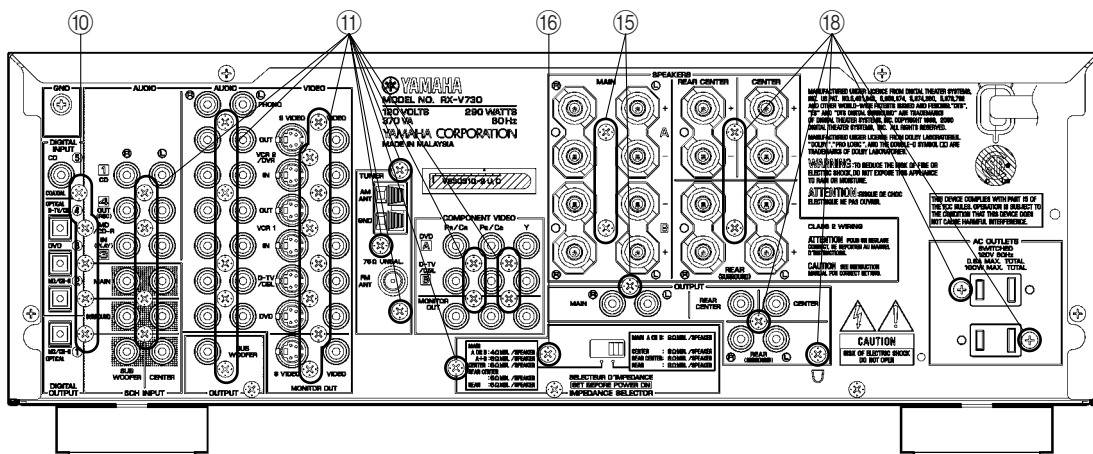
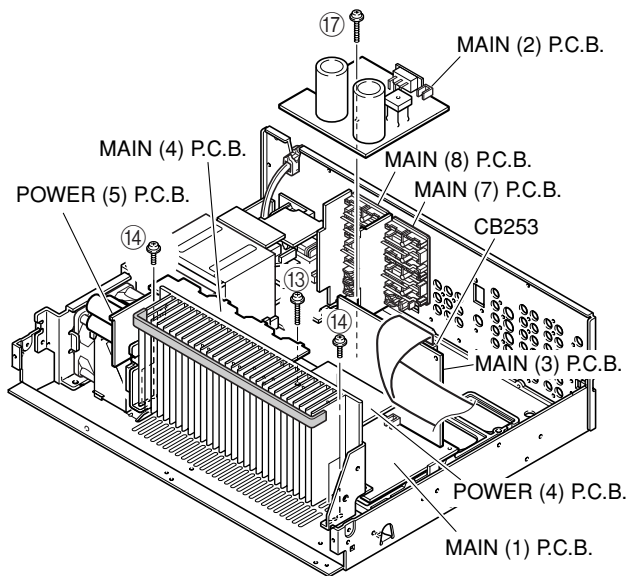

Fig. 4
Fig. 7
- Remove 5 screws (10). (Fig. 4)
- 10のネジ5本を外します。(Fig. 4)
- Remove 25 screws (11). (Fig. 4)
- 11のネジ25本を外します。(Fig. 4)
7. Removal of MAIN (7) and MAIN (2) P.C.B.s
- Remove 3 screws (15). (Fig. 4)
- Remove MAIN (7) P.C.B.. (Fig. 7)
- Remove 1 screw (16). (Fig. 4)
- Remove 1 screw (17). (Fig. 7)
- Remove MAIN (2) P.C.B.. (Fig. 7)
8. Removal of MAIN (8) P.C.B.
- Remove 6 screws (18). (Fig. 4)
6. MAIN (1)、MAIN (3)、MAIN (4)、POWER (4)、POWER (5) P.C.B.の外し方
- CB253を外します。(Fig. 7)
7. MAIN (7)、MAIN (2) P.C.B.の外し方
- 15のネジ3本を外します。(Fig. 4)
- 16のネジ1本を外します。(Fig. 4)
8. MAIN (8) P.C.B.の外し方
- 18のネジ6本を外します。(Fig. 4)